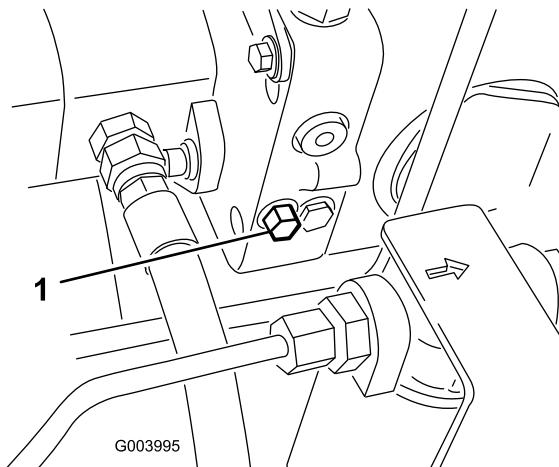

図 37
- バイパスバルブはハイドロスタットの左側にある図 37。バイパスバルブを右または左 1.5 回転させると内部でバイパスが形成される。これにより、トランスミッションを破損することなく、機械を押して低速で移動できるようになる。